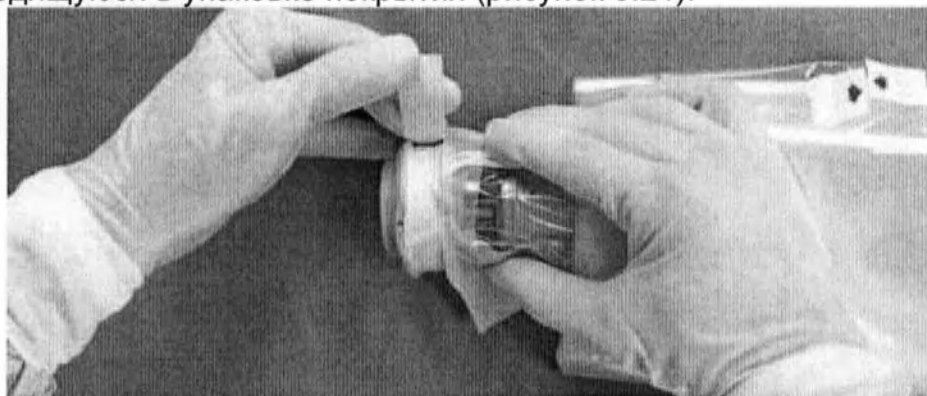

Рисунок 5.21. Прикрепление покрытия к эндоскопу.
6. Присоедините покрытие к эндоскопу, используя клейкую стерильную ленту, находящуюся в упаковке покрытия (рисунок 5.21).